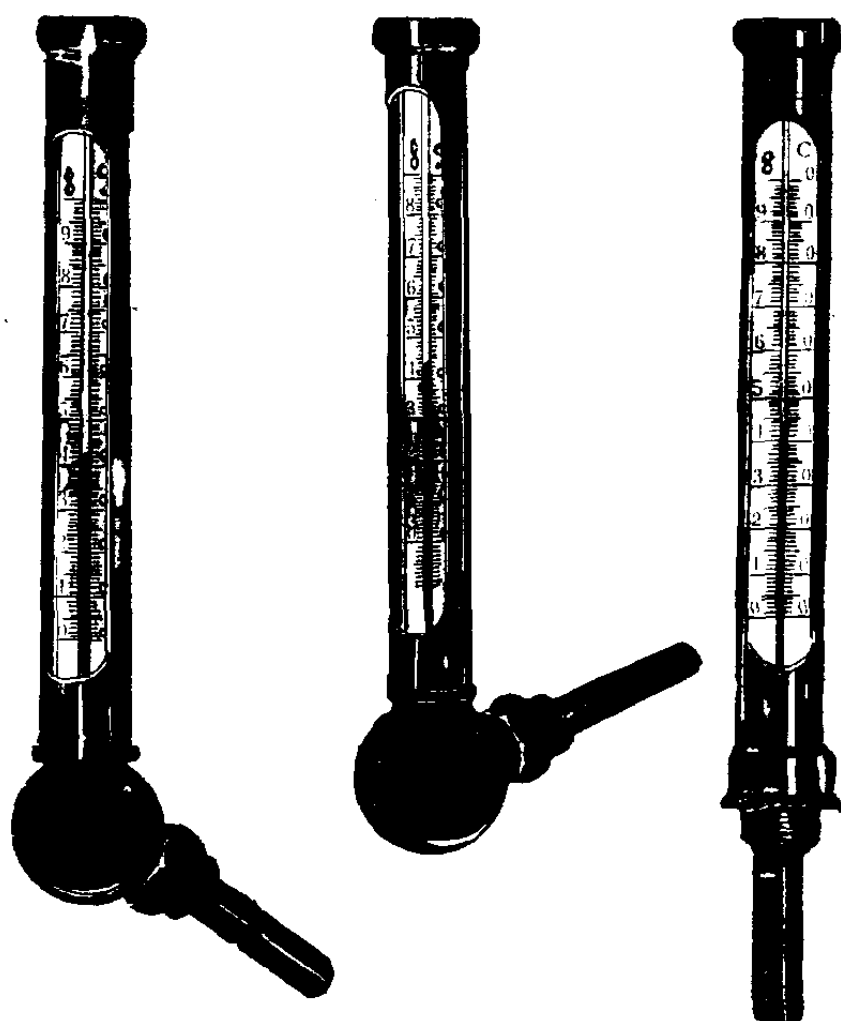

图1-2 玻璃管温度计(装在金属护套内)
1. 玻璃管温度计（见图 1-2） 这种温度计是在密封的
为了正确地测量介质温度，不可将温度计装于有可能产生滞流的部位（如管道端头的死角处）。安装温度计时，应按图 1-2 所示，使温度计的敏感元件——温包，逆向流体方向并使其中心线处于管道中心线上。